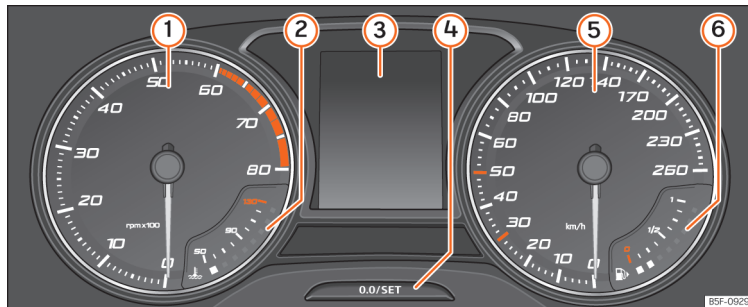

Abb. 123 Kombi-Instruments in der Instrumententafel.
»» **Abb. 123:**
- Drücken Sie kurz die Taste **0.0/SET** »» **Abb. 123** , um den Tageskilometerzähler auf 0 zurück zu setzen.